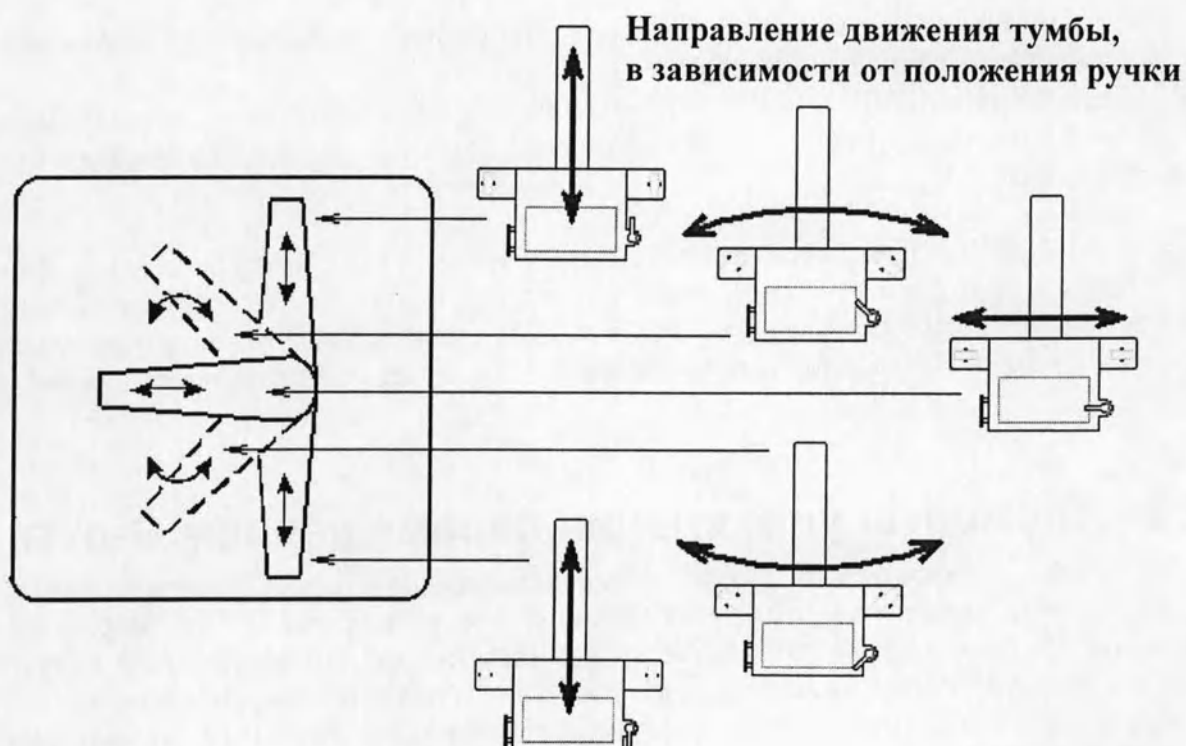
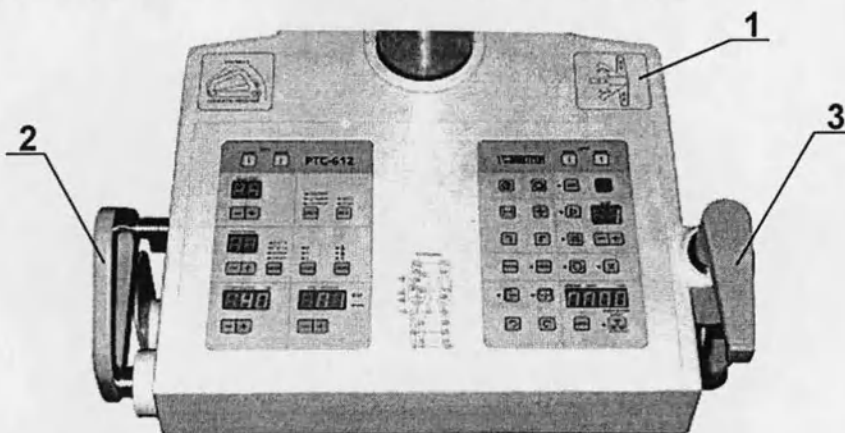

Рис. 2.5. Пояснение к рисунку-инструкции на верхней панели тумбы.
Рис. 2.6. Расположение ручек управления тормозами и колесами.
Выбор положения колес осуществляют поворотом «Г»-образной ручки. Ручка не имеет кругового вращения. При повороте ручки руководствуйтесь рисунком на верхней панели тумбы (рис.2.6, поз.1). Пояснения к рисунку-инструкции на верхней панели тумбы, приведены на рис.2.5 .
- **Возьмитесь** левой рукой за ручку тормозов (рис.2.6, поз.2), а правой рукой за основание ручки управления колесами тумбы (рис.2.6, поз.3).